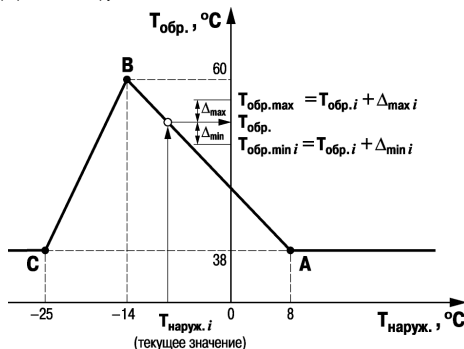

Рисунок 4.1
4.1.7.1 На период, когда необходимость в приточной вентиляции помещений отсутствует (например, в выходные дни, в ночное время суток и т. п.), система может быть переведена в дежурный режим, при котором прибор выключает вентилятор и закрывает жалюзи подачи наружного воздуха. Кроме того прибор при помощи КЗР снижает температуру обратной воды до значений ниже отопительного графика и прекращает ее регулирование. При охлаждении обратной воды до температуры ниже $T_{обр.min.}$ (см. рисунок 4.1) включается режим защиты от замерзания.